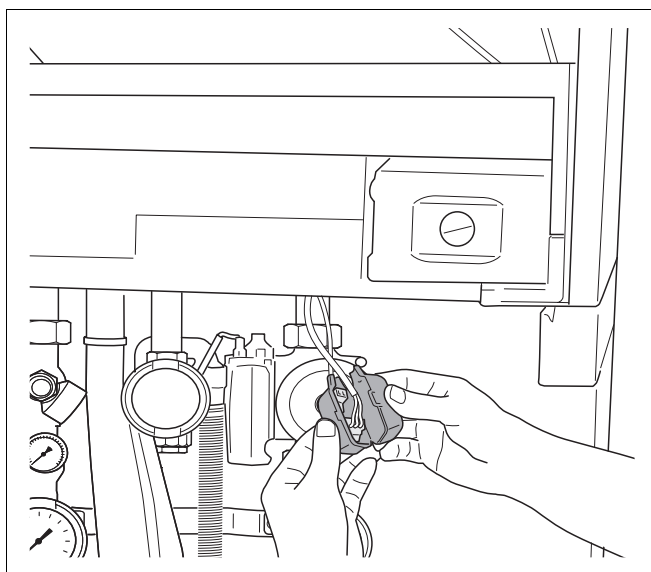
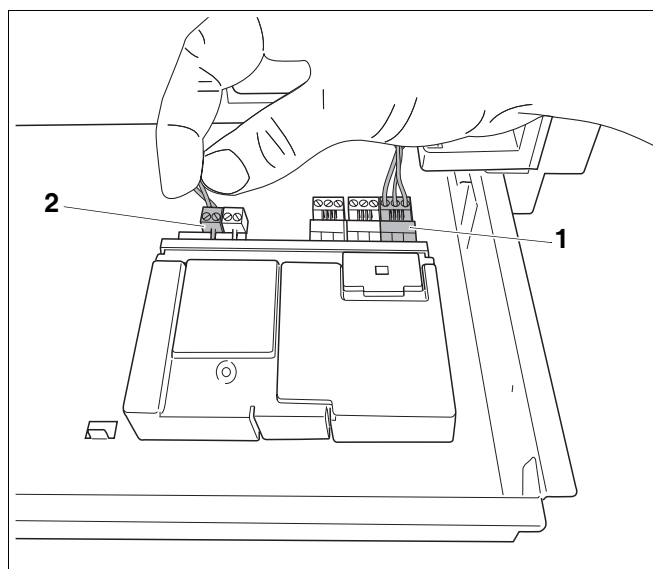

Fig. 47 Fjernelse af beskyttelseshætter
Fig. 48 Modulerne forbindes med hinanden
- Fjern beskyttelseshætten til de to ledige stik på tilslutningskablerne på funktionsmodulet (fig. 47)
- Slut det frie 230 VAC-netkabel (fig. 47) til modulet (fig. 48, **pos. 1**). Hvis der anvendes flere moduler, kan 230 VAC-forsyningen til det andet modul monteres fra det første modul monteres fra det første modul. Anvend det medfølgende modul hertil.
- Slut det ledige stik på tilslutningskablet fra EMS-bussen (fig. 48) til det første modul (fig. 48, **pos. 2**).